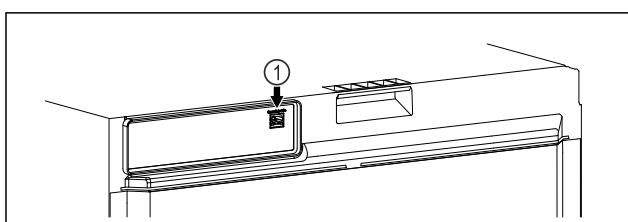

Fig. 117
- El SmartModule Fig. 117 (1) está colocado.